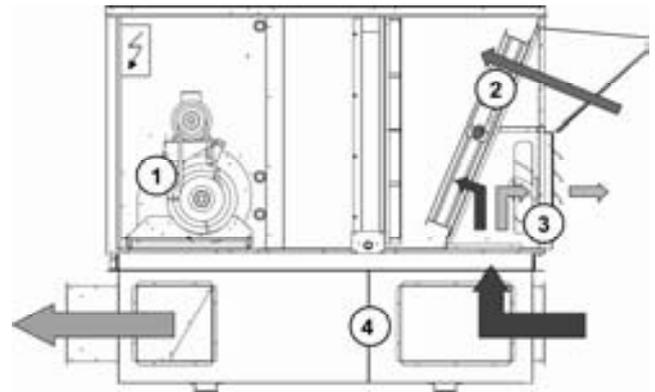

Abb. 27
0-25% Manuelle Frischluftklappe (Abb. 27)
- Falls sich der Ventilator in die falsche Richtung dreht (die richtige Drehrichtung ist in Abbildung 27 gezeigt), trennen Sie die Netzversorgung der Maschine am Gebäudehauptschalter, vertauschen Sie zwei Phasen und wiederholen Sie die obigen Schritte.